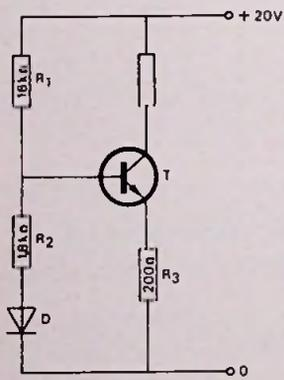

Fig. 5.
1. In fig. 5 is bij geleiding voor de transistor  $U_{BE} = 0,2 \text{ V}$  en voor de diode  $U_D = 0,6 \text{ V}$ . De spanning op  $R_3$  is  $2,2 \text{ V}$ . Bepaal van de transistor: